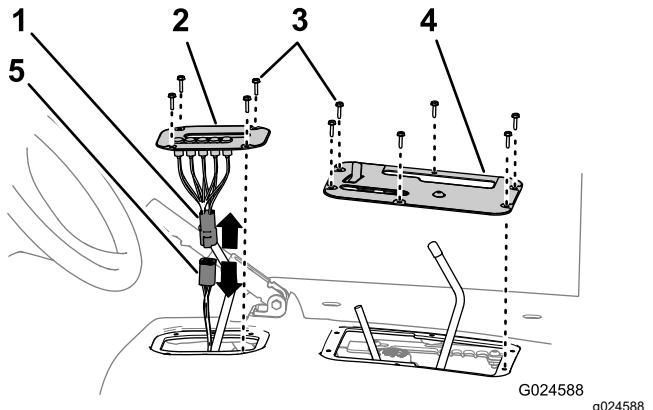

Figure 5
2. Retirez les 4 vis à tête hexagonale qui fixent le couvercle de l'indicateur de sélection au carénage du siège (Figure 5).
3. Soulevez l'indicateur de sélection, débranchez le connecteur de l'indicateur du connecteur de faisceau de la machine et déposez le couvercle de l'indicateur de la machine (Figure 5).
- Retirez les 6 vis à tête hexagonale qui fixent le couvercle de commande au carénage du siège, et déposez le couvercle de commande (Figure 5).